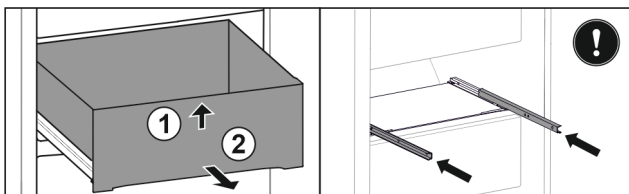

Fig. 38
- ▶ Schubfach vorne anheben. Fig. 38 (1)
- ▶ Schubfach nach vorne entnehmen. Fig. 38 (2)